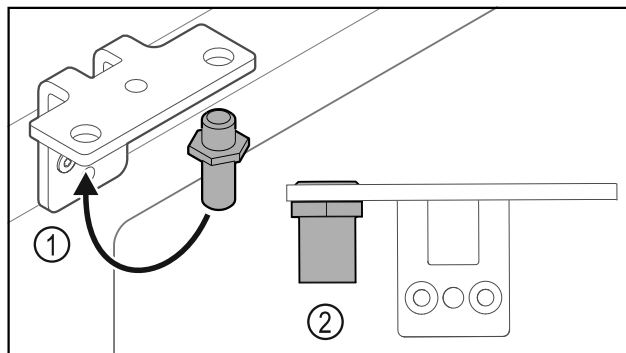

Fig. 24
- Paigutage polt Fig. 24 (1) šarniirnurgikus ümber.
- Pingutage polt Fig. 24 (2) **pöördemomendiga 12 Nm** kinni.